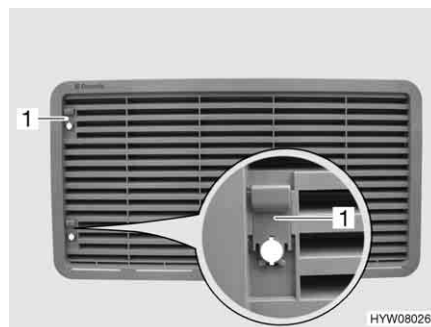

Bild 167 Kühlschrank-Lüftungsgitter (mit Schieber)
- Schieber (Bild 167,1) nach oben schieben.